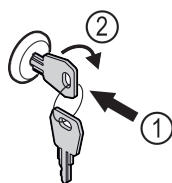

Fig. 180 Vejledende illustration
- ▶ Sæt nøglen i Fig. 180 (1).
- ▶ Drej nøglen 90° med uret Fig. 180 (2).